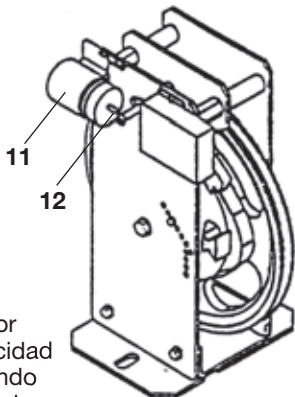

Fig. 2
Mediante un pulsador, el mando a distancia (fig. 2, pos. 11) conecta el péndulo al circuito electromagnético de la caja del propio interruptor.